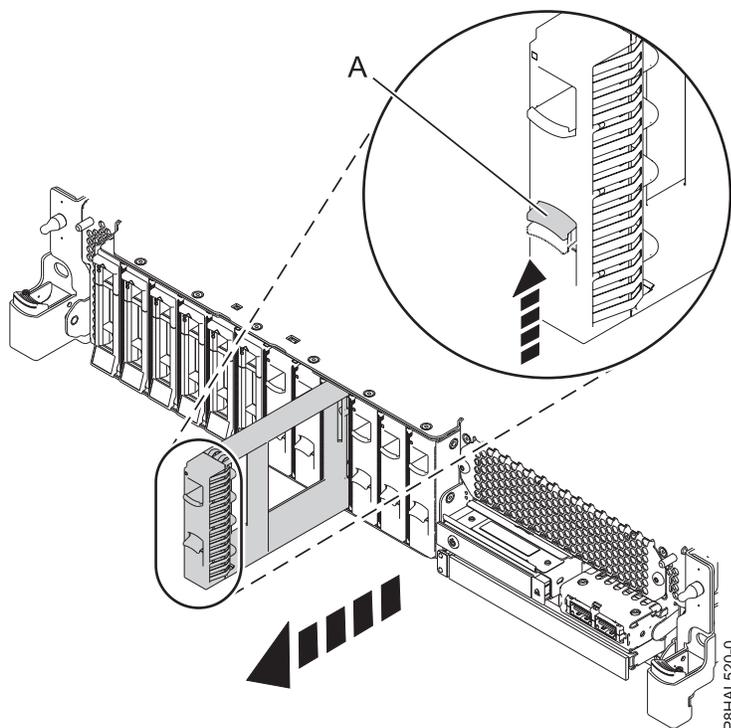

Figure 39. Retrait d'un obturateur d'unité de disque d'un système
3. Appuyez sur le verrou (**A**) situé sur la poignée de l'obturateur dans la direction indiquée à la figure 39, à la page 51.